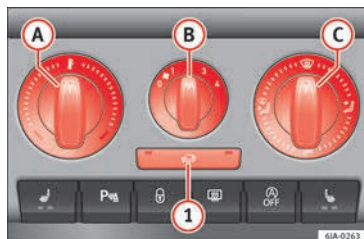

Fig. 169 Calefacción: elementos de manejo.
La salida de aire de los difusores se ajusta con el mando **C** » fig. 169. Los difusores 3 »
– La temperatura aumenta girando el mando **A** » fig. 169 hacia la derecha.
- Conecte el ventilador girando el mando **B** » fig. 169 a las posiciones de 1 hasta 4.
- Girando el mando **C** » fig. 169 se ajusta el acceso de aire a los respectivos difusores » pág. 157, Difusores de aire.
Todos los elementos de manejo, salvo el mando **B** » fig. 169, se pueden colocar en cualquier posición intermedia.
Si el rotativo **C** » fig. 169 está en posición de deshielo, la trampilla de recirculación estará siempre abierta (indicador luminoso apagado).
- Pulse la tecla **1** » fig. 169, el testigo de la tecla se ilumina indicando que se ha activado la recirculación del aire interior del habitáculo.